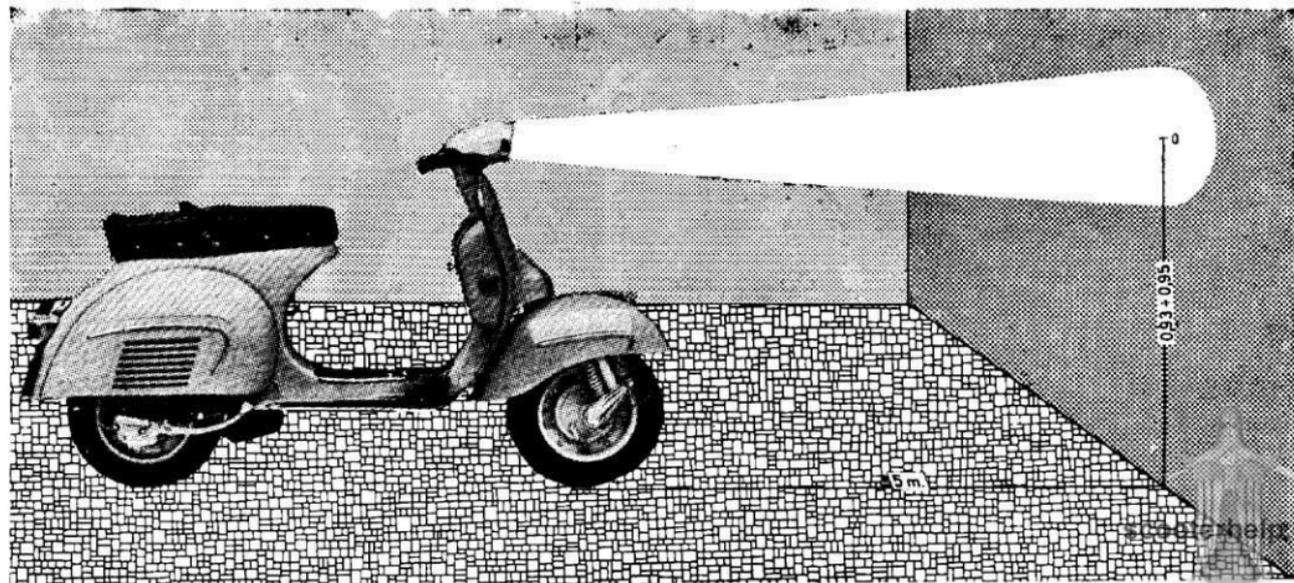

Fig. 15.—Regulación faro.
- Disponer la Vespa en llano, enfrente de una pared, en la que se halle marcado un punto "O", según las cotas indicadas en la fig. 15.